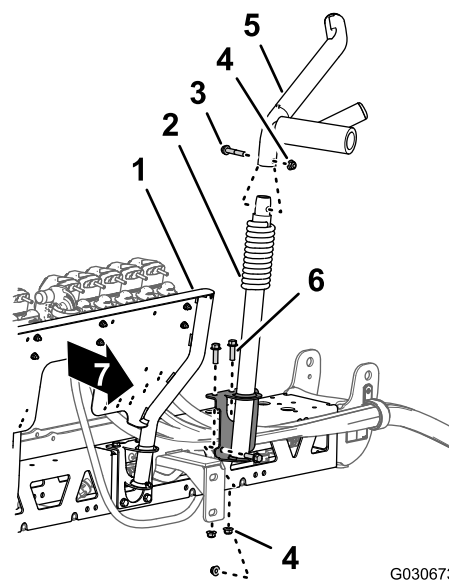

図 123
4. 新しい左下部boomクレードルの取り付けブラケットの穴を、新しいセンターboomの上と前側マニホールドマウントの左側の穴に合わせる 図 123。
6. 左下部クレードルで、ステップ 1 boomクレードルを取り外す (ページ 36) で取り外した上部クレードルを、下部クレードル 図 123 に取り付けフランジヘッドボルト3/8 x 2"とフランジロックナット 3/8"を使用する。